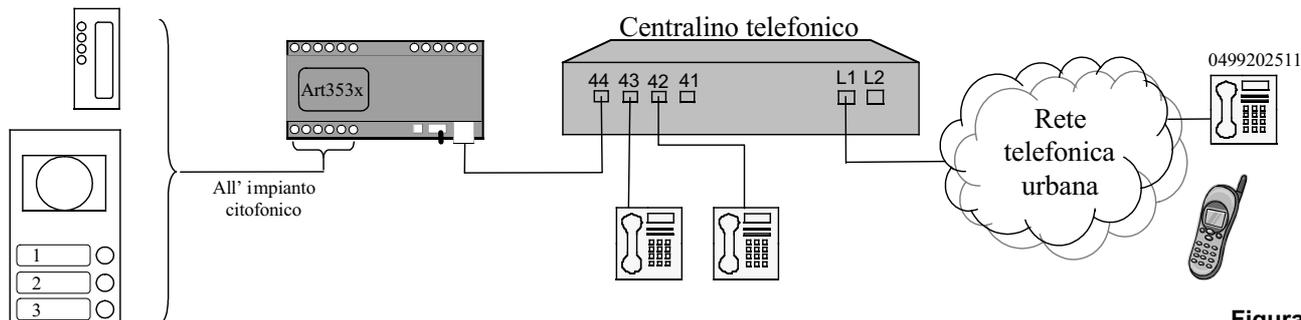

Figura 1
- Verificare che l'interfaccia risponde alle chiamate telefoniche (l'interruttore S deve essere in posizione 1). Con riferimento alla figura 1, utilizzare uno dei telefoni collegati al centralino telefonico per chiamare il numero dell'interfaccia (44) e attendere di udire in cornetta un doppio tono di avviso che indica che l'interfaccia ha risposto alla chiamata. Il LED L1 si accende e rimane acceso fino a quando non si riaggancia il telefono da cui si sta chiamando.
4. Scegliere la configurazione da dare all'impianto. Ad esempio, con riferimento alla figura 1:
Con riferimento alla figura 1, utilizzare uno dei telefoni collegati al centralino telefonico per chiamare il numero dell'interfaccia (44) e attendere di udire in cornetta un doppio tono di avviso che indica che l'interfaccia ha risposto alla chiamata. Il LED L1 si accende. Le programmazioni vengono inserite sotto forma di una sequenza di codici DTMF corrispondenti alla pressione di una sequenza di tasti sulla tastiera del telefono da cui si sta chiamando.